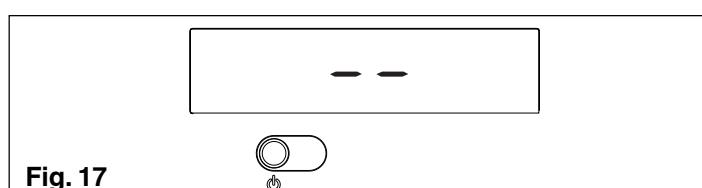
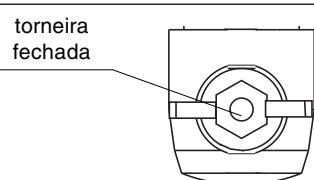

Fig. 17
Fig. 25
- ⚠** A caldeira volta a acender no estado em que se encontrava antes do apagamento: se, na altura do apagamento, a caldeira se encontrava no inverno comfort voltará a acender no inverno comfort; ao contrário se ficava no estado OFF, o display visualizará na zona central dois segmentos (fig. 17). Carregue na tecla para activar o funcionamento.
En caso de breves ausencias pulsar la tecla para apagar a caldeira. O display visualizará na zona central dois segmentos (fig. 17). Desta forma, deixando activas a alimentação eléctrica e a alimentação do combustível, a caldeira está protegida por dois sistemas:
No caso de ausências prolongadas, carregue na tecla para apagar a caldeira (fig. 17). O display visualizará na zona central dois segmentos. Posicione o interruptor geral da instalação sobre "fechado". Feche em seguida a torneira do gás, posta debaixo da caldeira, virando-a no sentido dos ponteiros do relógio (fig. 25).